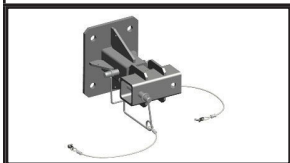

Bild 13
- 90° 8" (213 MM) UNIVERSELL ADAPTERFÖRLÄNGNING IN-2348: A2348-03 (se bild 13)